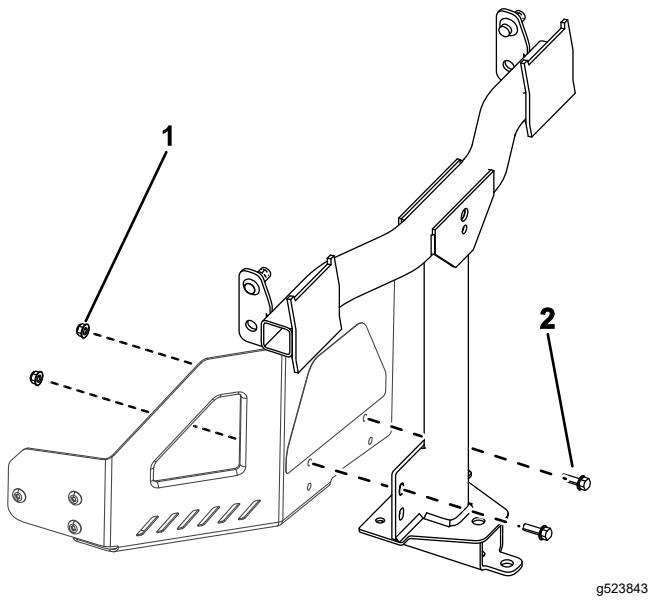

**Figura 7**
1. Montate la staffa di stabilizzazione sulla protezione del motore utilizzando 2 bulloni a testa tonda (5/16" x 3/4") e 2 dadi di bloccaggio (5/16") (**Figura 7**).